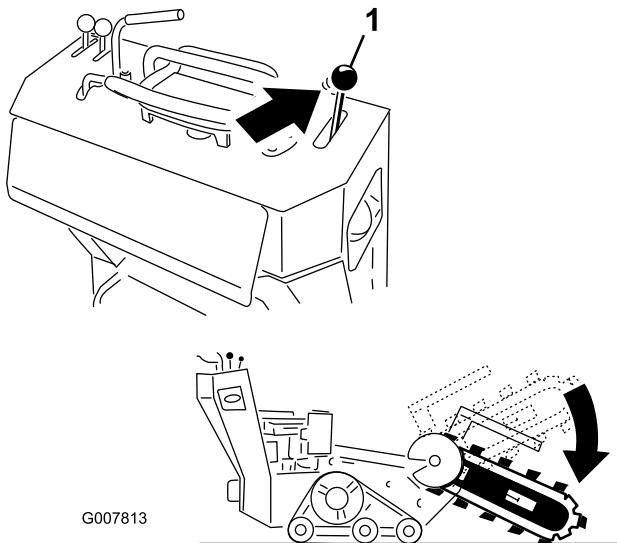

Figura 21
2. Baje la espada (Figura 21).